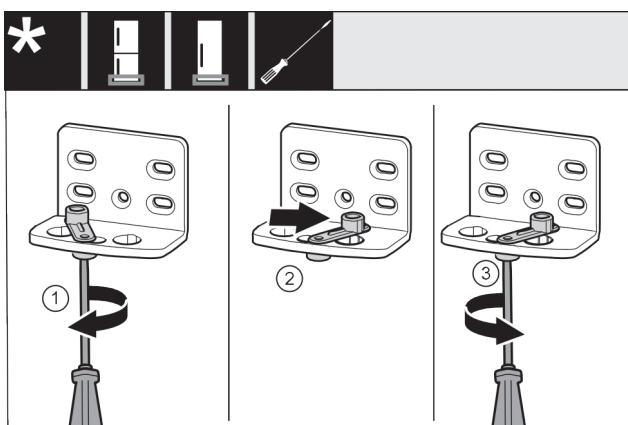

Fig. 18
- ▶ 将螺钉 Fig. 18 (1) 用螺丝刀拧松。
- ▶ 将关门辅助装置 Fig. 18 (2) 提起并向右 90° 转入钻孔。
- ▶ 将螺钉 Fig. 18 (3) 用螺丝刀拧紧。